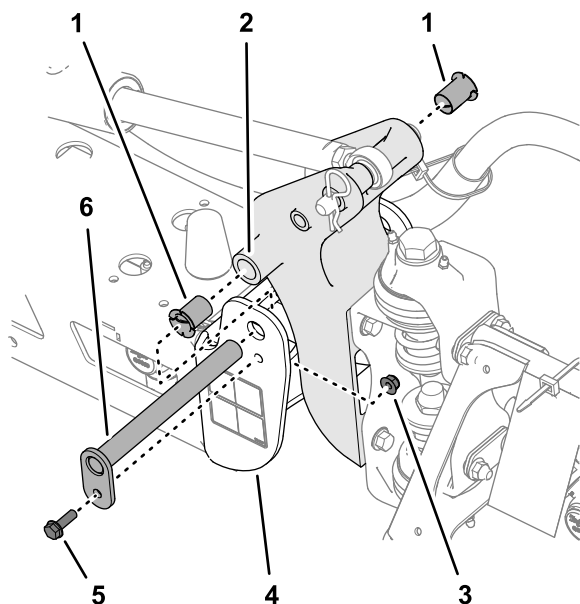

Figura 115
- Îndepărtați urubul și piulița care fixează fusul de basculare și îndepărtați fusul (Figura 115).
- Îndepărtați și verificați bucele din nailon de la părțile din față și din spate ale suportului pivotant (Figura 115).
- Lubrifiați bucele din nailon cu o cantitate mică de ulei și instalați bucele în suportul pivotant (Figura 115).
- Aliniați orificiile din suportul pivotant cu orificiile din canalul de capăt (Figura 115).